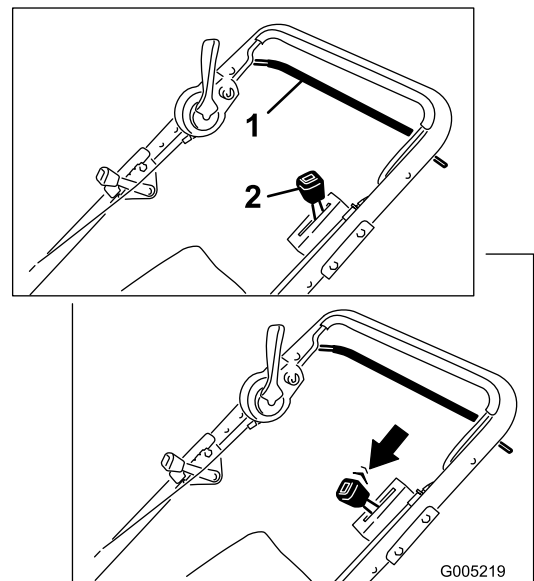

Figura 14
1. Suelte la barra de control de tracción (Figura 14).